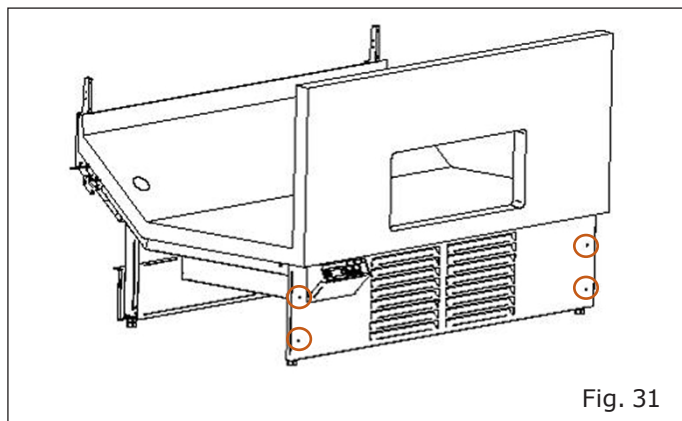

Fig. 31
- Retirez le panneau de protection en retirant les vis aux endroits marqués (Fig. 31).